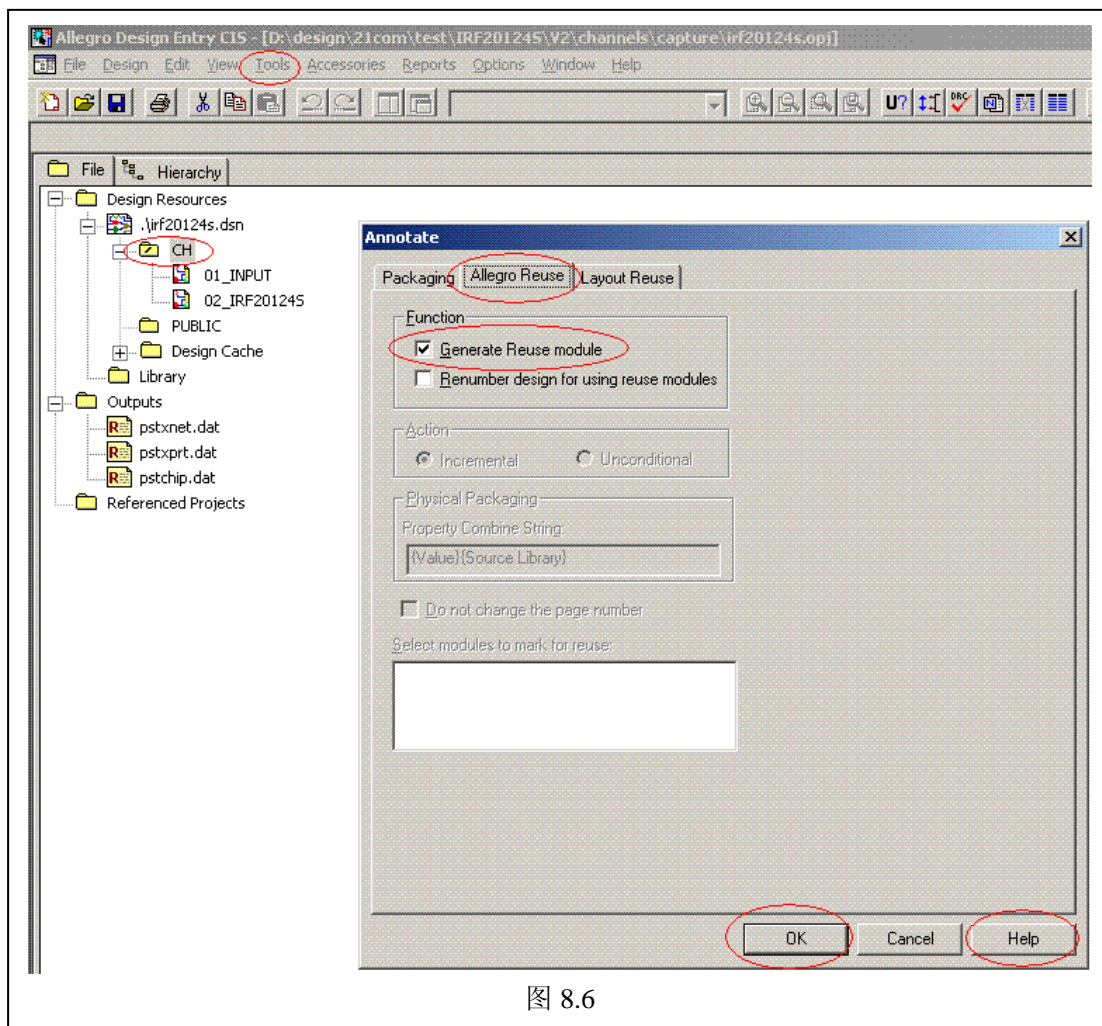
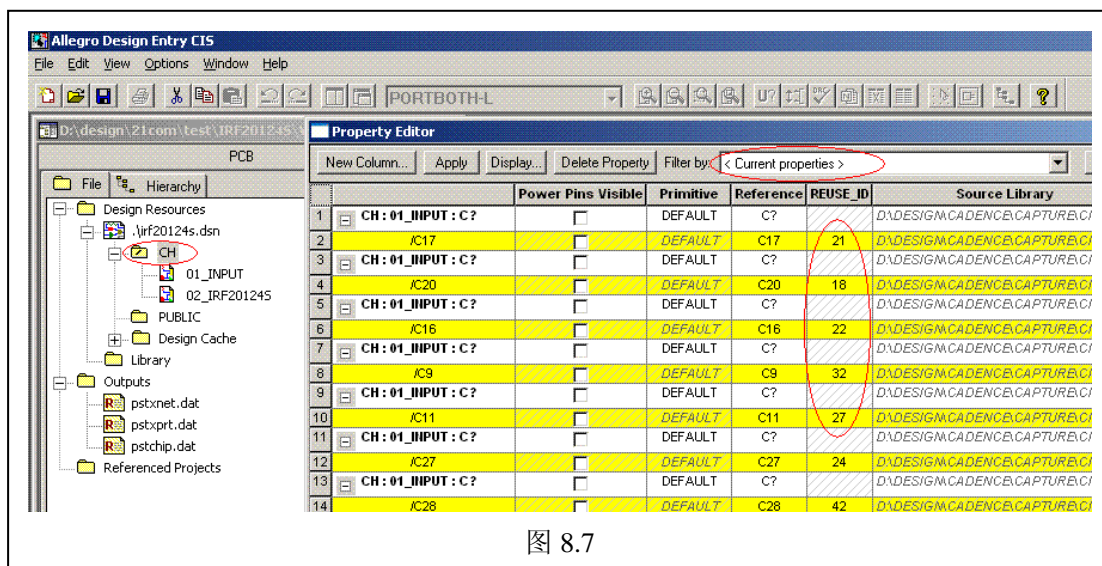
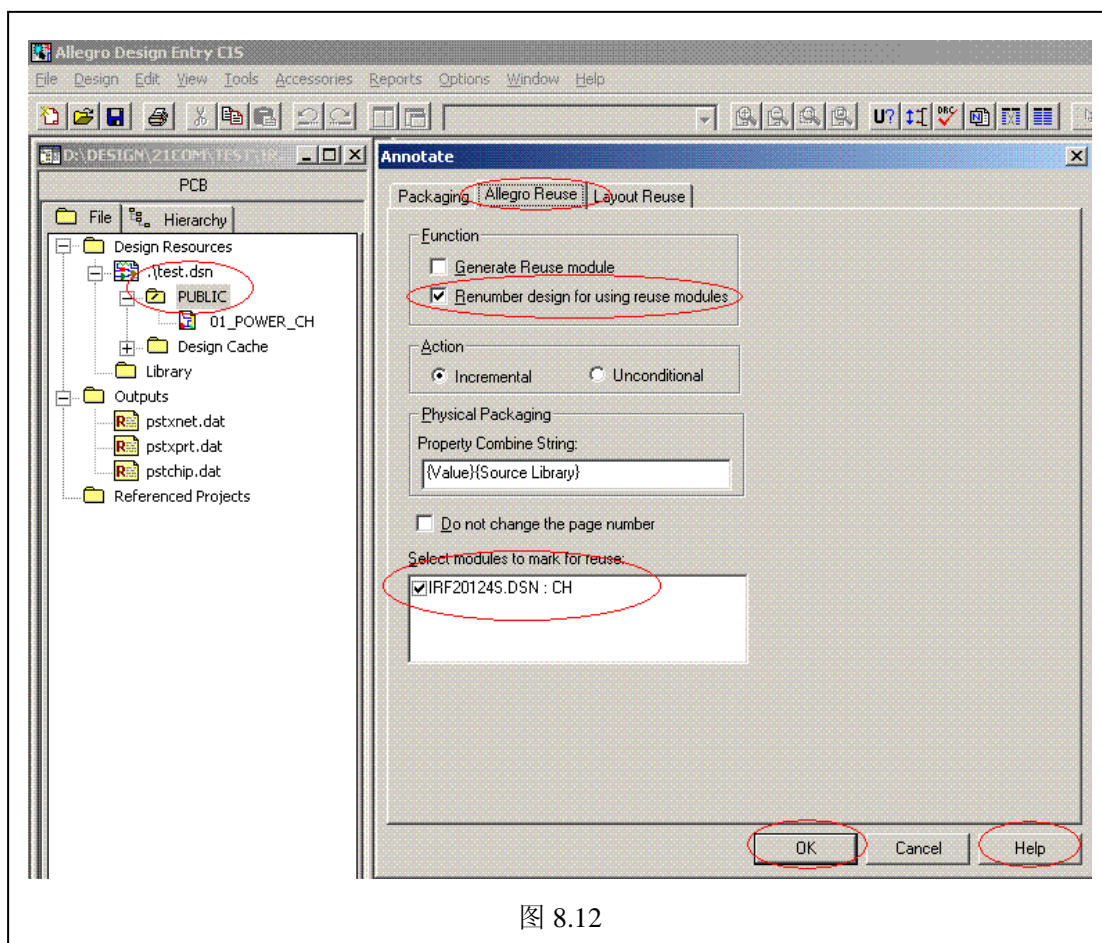

图 8.6
图 8.7
图 8.12
6) 为引用的层次图 CH 生成 REUSE\_ID: tools\annotate\allegro reuse, 见图 8.6。你一定要在这个选项卡里按 OK, 否则, 不能生成。可以用图 8.7 来检查是否成功生成。
11) 重新标注包含唯一元件位号引用原理图：见图 8.12（类似图 8.6），如果引用了多个层次模块，记住把他们都选上，没有引用的千万别选！